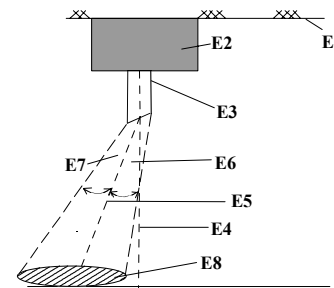

Bild 6: Erfassungskegel bei schräger Lichteintrittsfläche
- Der weiß lackierte Lichtleitstab mit schräger Lichteintrittsfläche und dem im Bild 6 gezeigten Erfassungskegel sollte nur dann verwendet werden, wenn der Fühler nicht direkt oberhalb, sondern nur seitlich versetzt über der Fläche montiert werden kann, deren Helligkeit er messen soll.